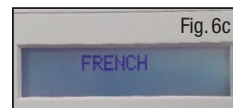

Fig. 6c
- Druk op de DATA-knop en houd deze ingedrukt om door de lijst van beschikbare talen te scrollen. Laat de DATA-knop los wanneer de vereiste taal wordt weergegeven. De eenheid staat nu in de taal die u hebt geselecteerd (Fig. 6c). Schakel de voedingseenheid uit om het testmenu te sluiten. Wanneer de voedingseenheid een volgende keer wordt ingeschakeld, zal uw geselecteerde taal worden weergegeven.